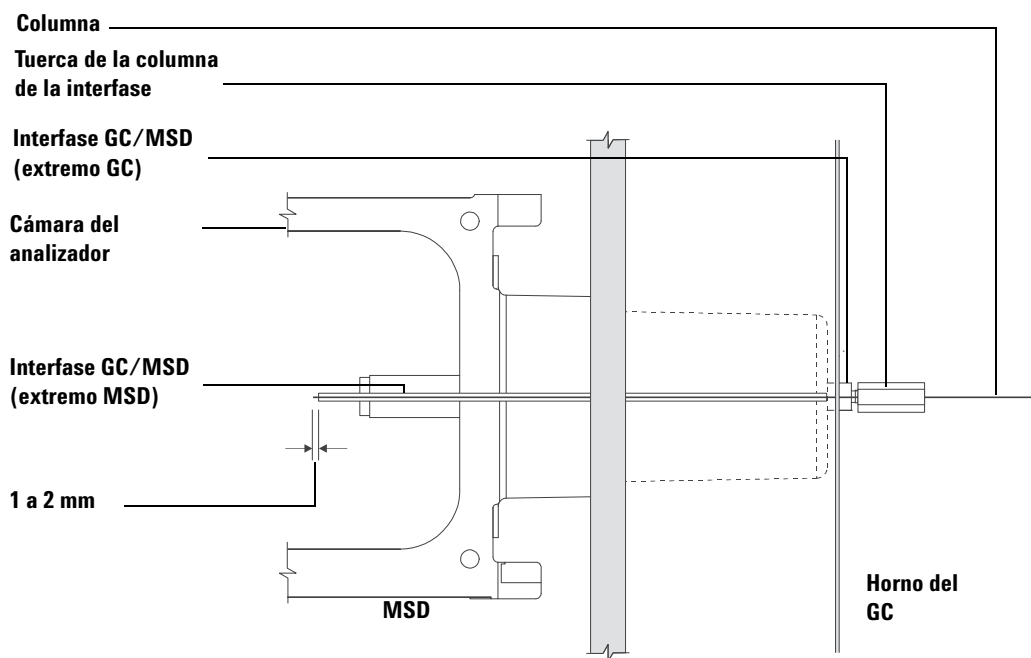

Figura 9 Instalación de una columna capilar en la interfase GC/MSD
- 5 Inserte la columna en la interfase GC/MSD (Figura 9) hasta que pueda tirar de ella a través de la cámara del analizador.